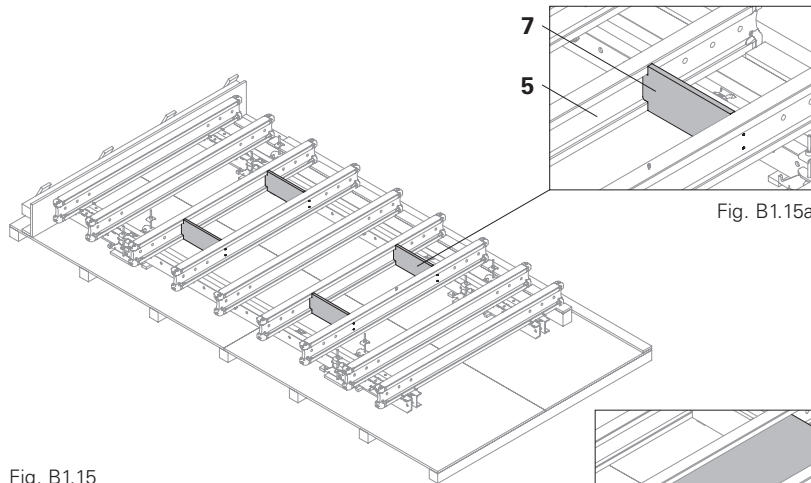

Fig. B1.15a
1. Fissare la trave VT 20K (5) con i rinforzi anti-ribaltamento (7) per evitare che si rovesci. (Fig. B1.15a)